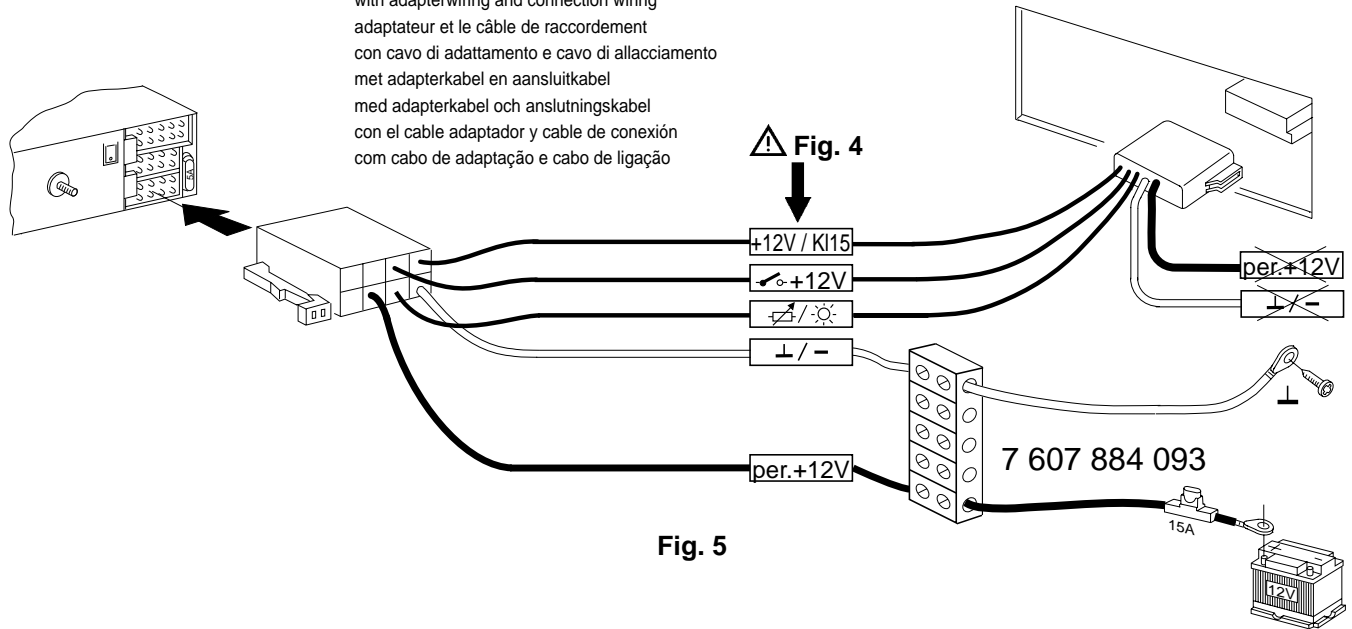

Fig. 5
- Plus-/Minus-Anschluß mit Kfz.spezifische Adapterkabel Fig. 5
- Positive/negative connection with vehicle-specific adapter cable Fig. 5